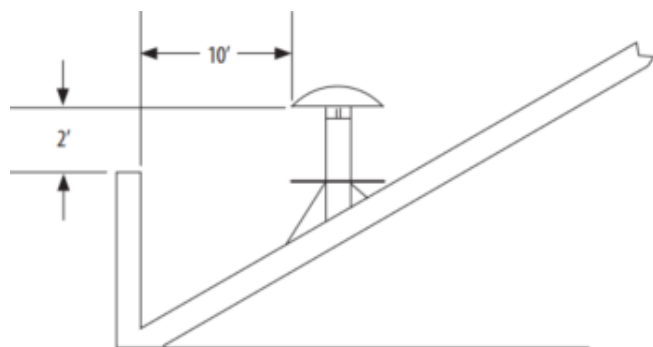

Figure 2- Exigences d'installation verticale
1. Le système de ventilation doit se terminer à au moins 3 pieds au-dessus de la ligne de toit et au moins 2 pieds plus haut que toute partie du bâtiment à moins de 10 pieds. Voir la figure 2. Cette limitation peut être supprimée si une analyse technique démontre un fonctionnement normal et sûr de l'appareil.